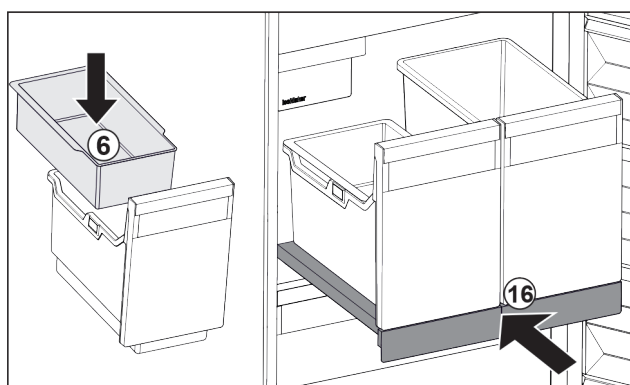

Fig. 107
- ▶ Vstavite obešalno skodelico Fig. 107 (6) za ledene kocke.
- ▶ Vstavite izvlečno polico s posodo (IceTower). Fig. 107 (16)